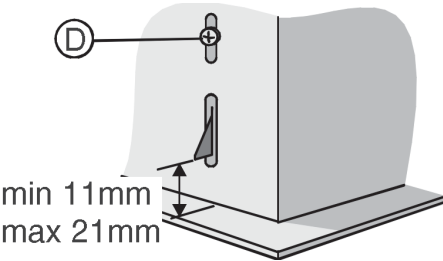

fig.10
2. Réglez la position du ressort latéral d'accrochage grâce à la vis " D " - fig. 10, suivant l'épaisseur du panneau percé sur lequel il sera ancré.